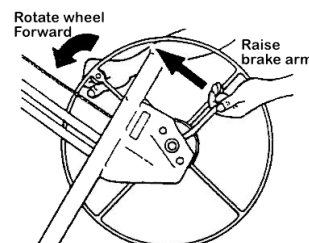

Figure 2
- a) Przytrzymaj koło wciągarki oraz ramię hamulca (Rys.2). Obracaj powoli koło wciągarki do przodu przy jednoczesnym unoszeniu drążka hamulca w celu jego zwolnienia.